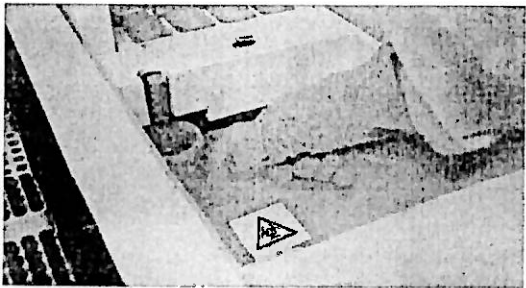

Imagen 40. Residuos
- Vaciar por completo el contenedor de residuos del sistema de manera diaria (ver Imagen 40).